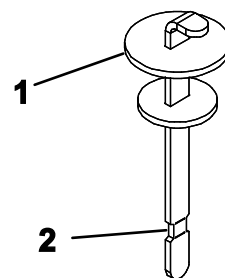

図 20
4. 補給口の首からディップスティックを抜き、ウェスできれいに拭う。もう一度首に差し込んで引き抜き、オイルの量を点検する。ディップスティックのマークまであれば適正である 図 20。